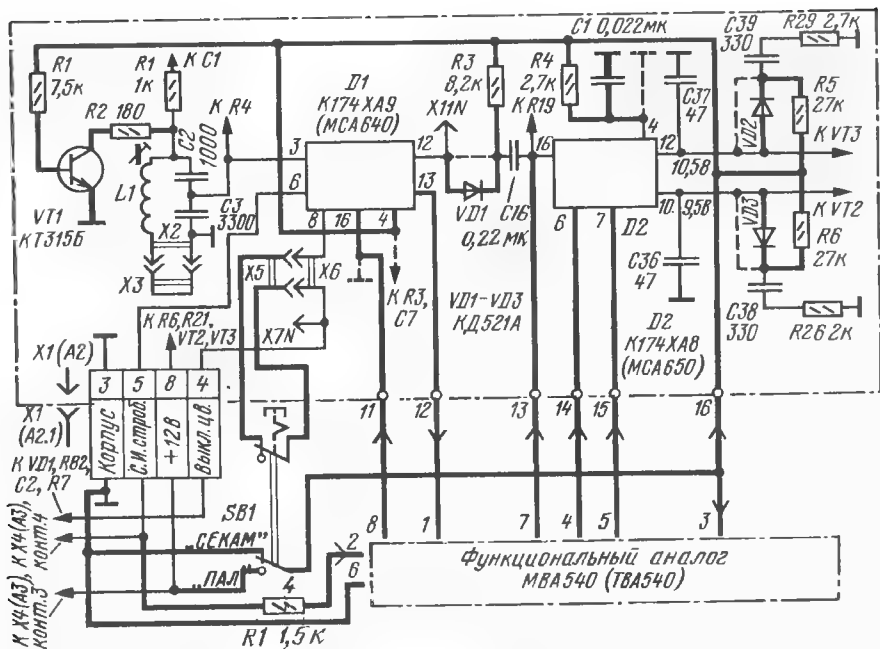

Рис. 5
**Доработка субмодуля СМЦ и установка аналога** в телевизор заключаются в следующем. Аналог подключают к субмодулю СМЦ телевизора ЗУСЦТ по схеме, изображенной на рис. 5. Перед установкой устройства в телевизор необходимо сделать небольшие изменения в субмодуле. Вновь введенные элементы и связи показаны утолщенной линией, устраненные связи — штриховой.